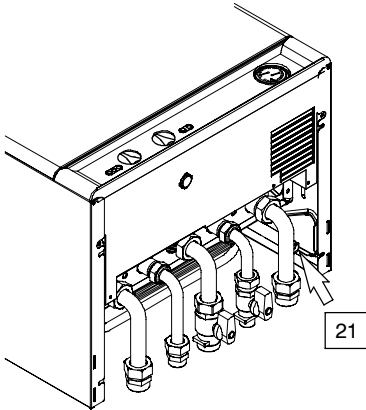

fig. 5.4
- 8 Collegare lo scarico della valvola di sicurezza 21 in fig. 5.4 ad un imbuto di scarico.